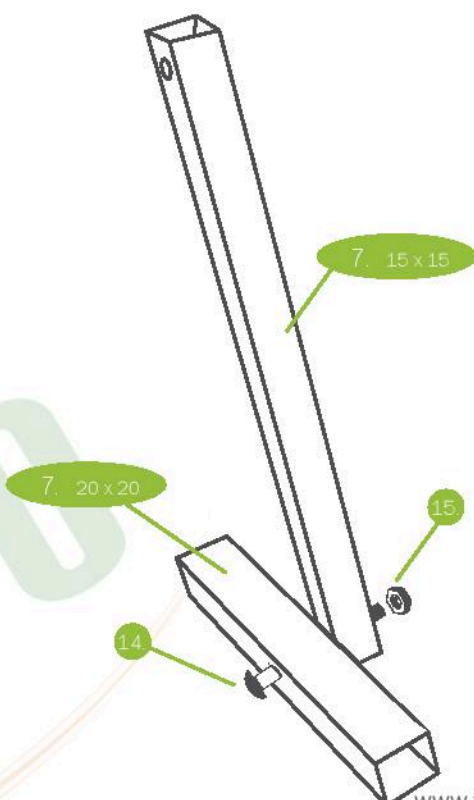

Bild 10.
5.3.1. Führen Sie eine T-förmige Beininstallation für die Gewächshausinstallation auf dem Boden durch, wie in Bild 10 gezeigt.